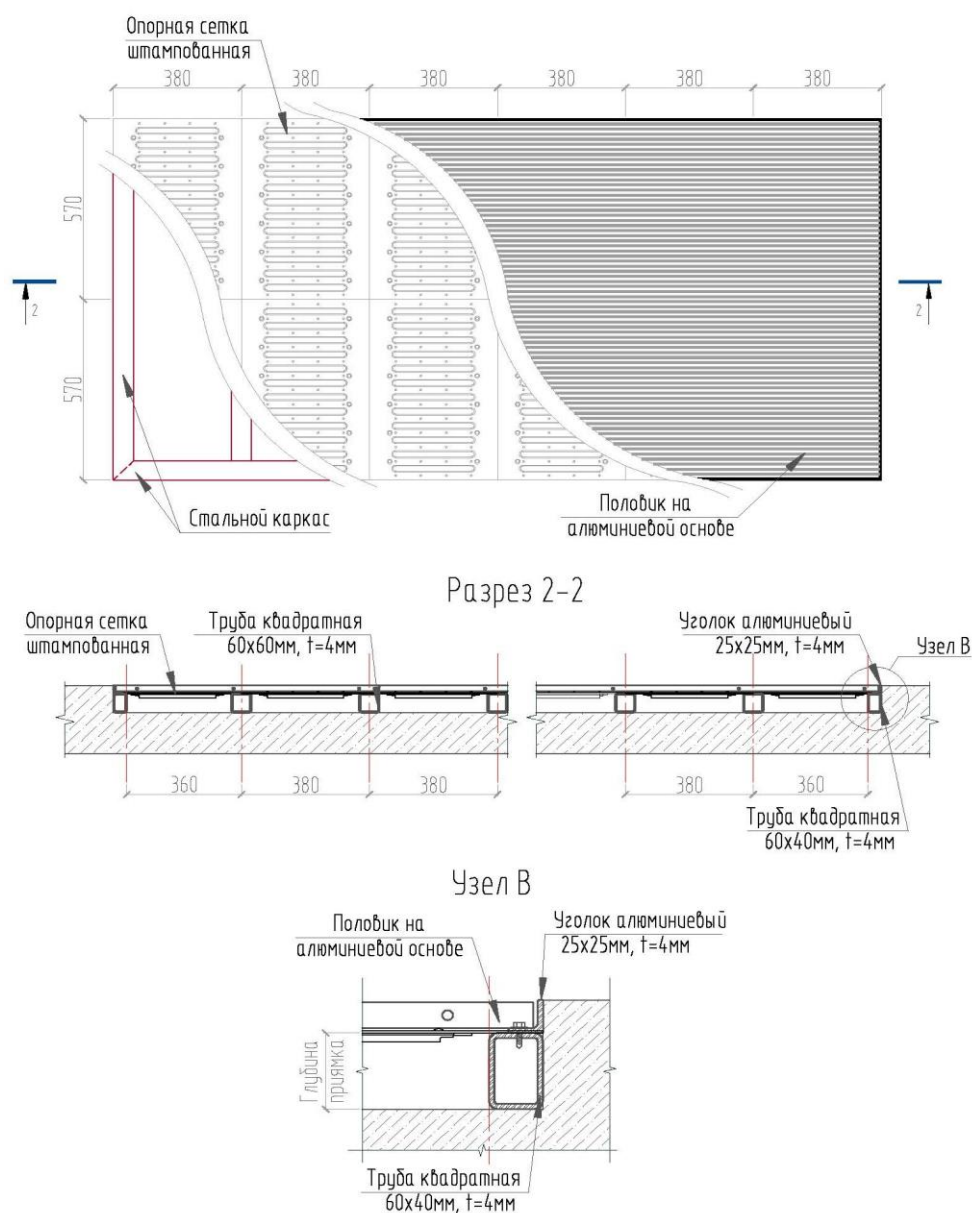

Рис. 13 – Монтажная схема второй ступени очистки.
Вторая ступень очистки представляет собой половик на алюминиевой основе преимущественно стандартный 22мм, в условиях нехватки места допускается применять половик низкопрофильный 12мм, установленный на металлический каркас в приялке (рис. 13):
- металлический каркас выполнить сварным или сборным, из труб прямоугольного сечения 60х60мм, 60х40мм по ГОСТ 8645-68 или прокатного профиля соответствующего сечения (рис. 13).